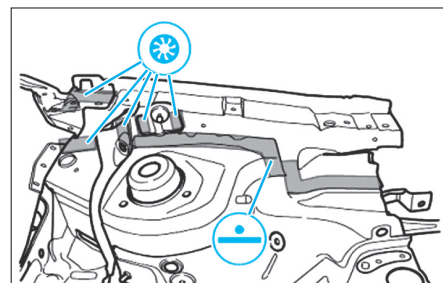

FIG. 13
- Souder la doublure d'aile avant comme illustré (Fig.13).